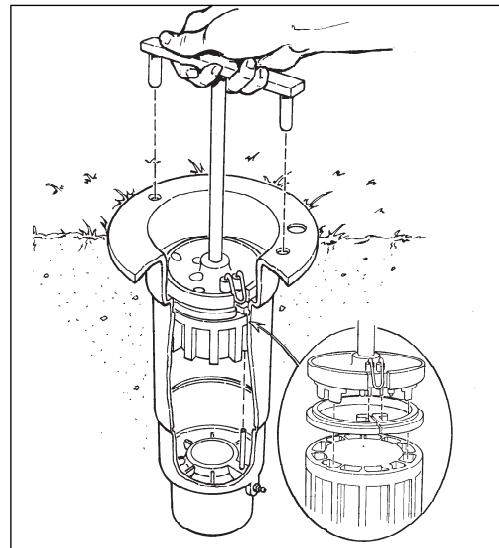

Figure 8
3. Um das Ventil und den Sprengling wieder einzusetzen und dabei den Verbindungsschlauch im Regnergehäuse nicht zu beschädigen, ist die Ventileinbaulehre (Teile-Nr. 995-76) zu verwenden. Bei Verwendung dieses Werkzeugs wird das Ventil automatisch am Verbindungsschlauch des Regnergehäuses ausgerichtet, und der Sprengling wird an der richtigen Stelle plaziert (**Abb. 8**).
HINWEIS: Es ist möglich, den Sprengling umgekehrt (Unterseite nach oben) einzusetzen. Das Detailbild in **Abb. 8** zeigt, wie der Sprengling korrekt auf die Ventileinbaulehre aufgesetzt wird.